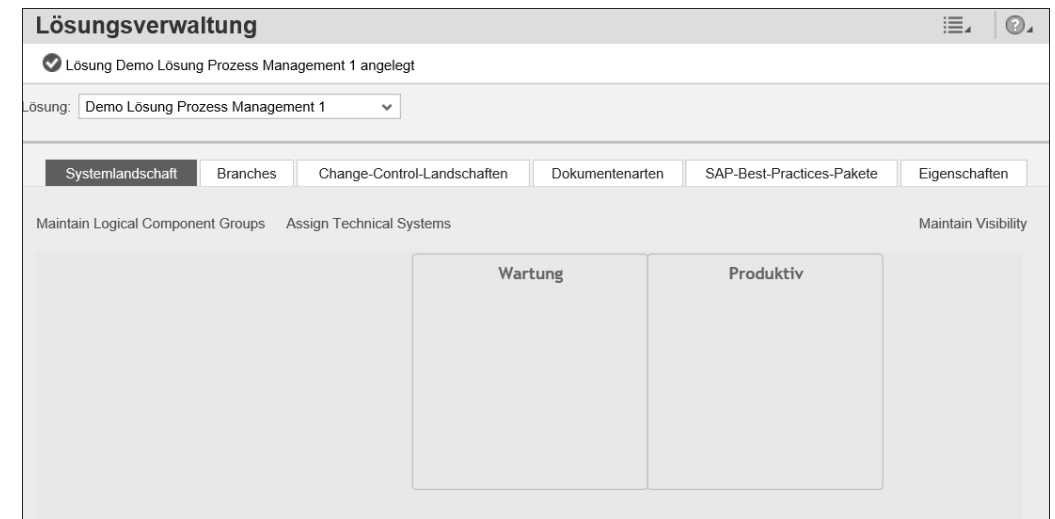

Abbildung 3.4 Logische Komponentengruppe und logische Systeme den Branches zuordnen
**Maintain Logical Component Groups** direkt aus der Lösung heraus in der Landscape Management Database (LMDB) anlegen (siehe Abbildung 3.4). *Logische Systeme* lassen sich über den Link **Technische Systeme zuordnen** bzw. **Assign Technical Systems** direkt den Branches zuordnen und werden ebenfalls in der LMDB abgelegt. Das Konzept der logischen Komponentengruppe beschreibe ich in Abschnitt 3.2, »Logische Komponentengruppen und Change-Control-Landschaften«, genauer.